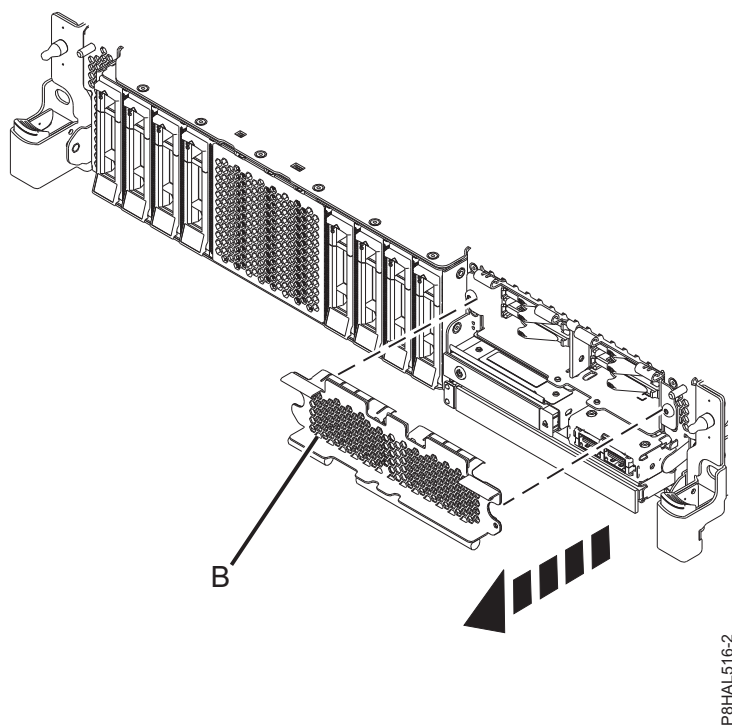

Figura 64. Extracció de la coberta del receptacle de l'SSD per accedir a les ranures en un sistema de funció expandida
12. Per accedir a les ranures de l'SSD, traieu la placa perforada (B) que tapa el receptacle de l'SSD tal com es mostra a la Figura 64.